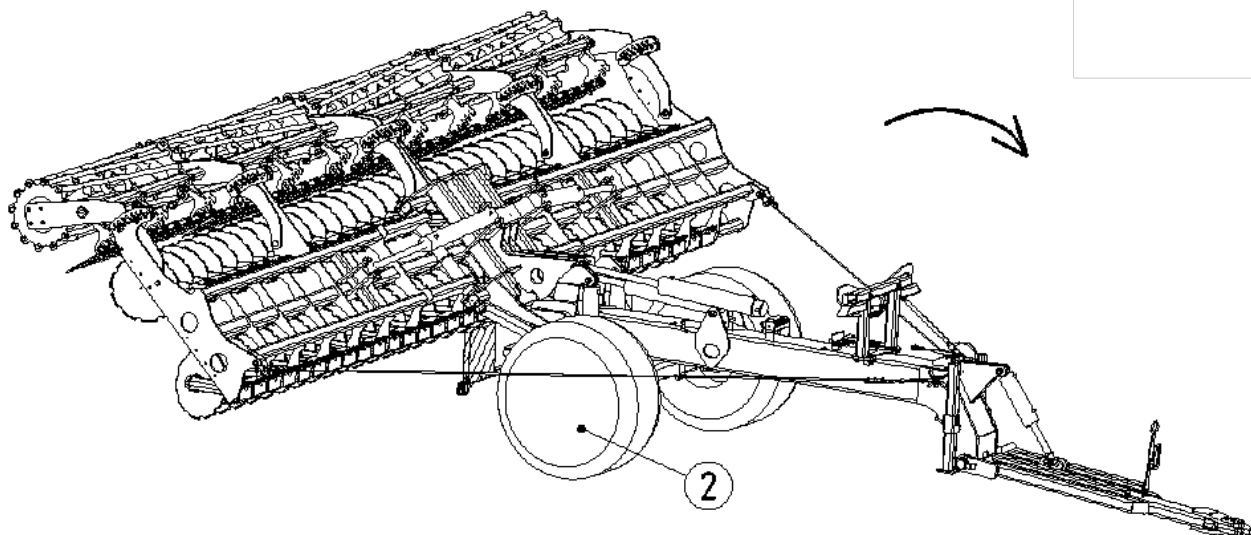

Рисунок 7. Схема подъема боковых секций
- Приподнять дискатор при помощи колес (2) (рис. 7).
- Поднять боковые секции (рис. 7)